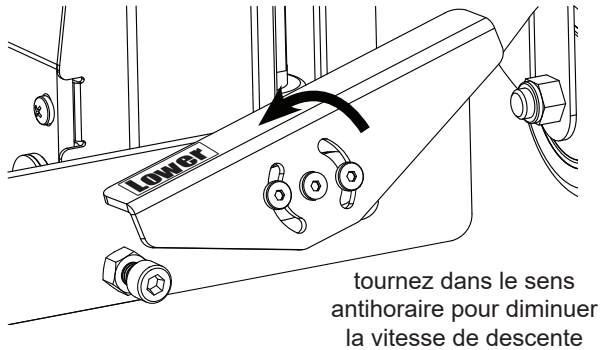
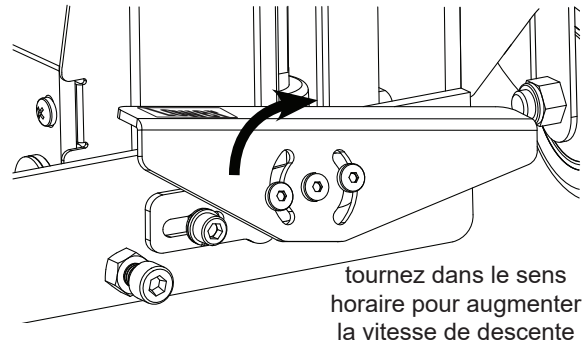

Fig. 5
Fig. 6
2. Pour diminuer la vitesse d'abaissement de la scie, tournez légèrement le levier de libération dans le sens antihoraire (voir fig. 5). Pour augmenter la vitesse d'abaissement de la scie, tournez légèrement le levier de libération dans le sens horaire (voir fig. 6).